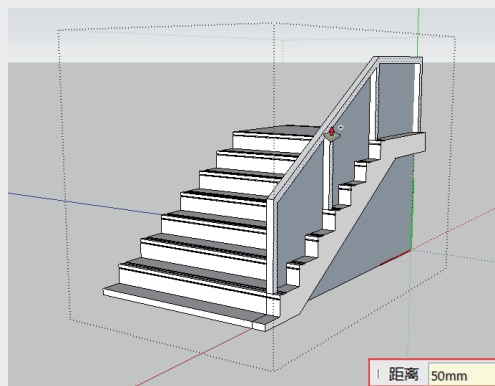

图3-219
- 08 继续使用“推/拉”工具, 按住Ctrl键将楼梯栏杆向右推出50mm，如图3-219所示。